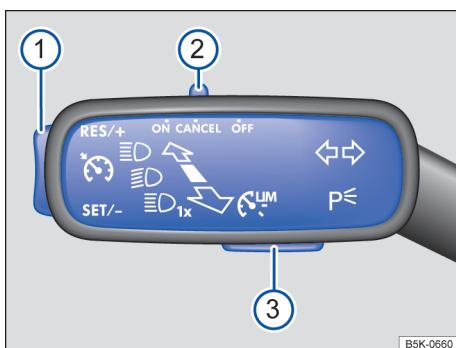

Fig. 99 À esquerda na coluna de direção: alavanca com interruptor e botões de comando do GRA.
- Colocar o interruptor → Fig. 99 ② para a posição **ON** ou pressionar o botão ③.